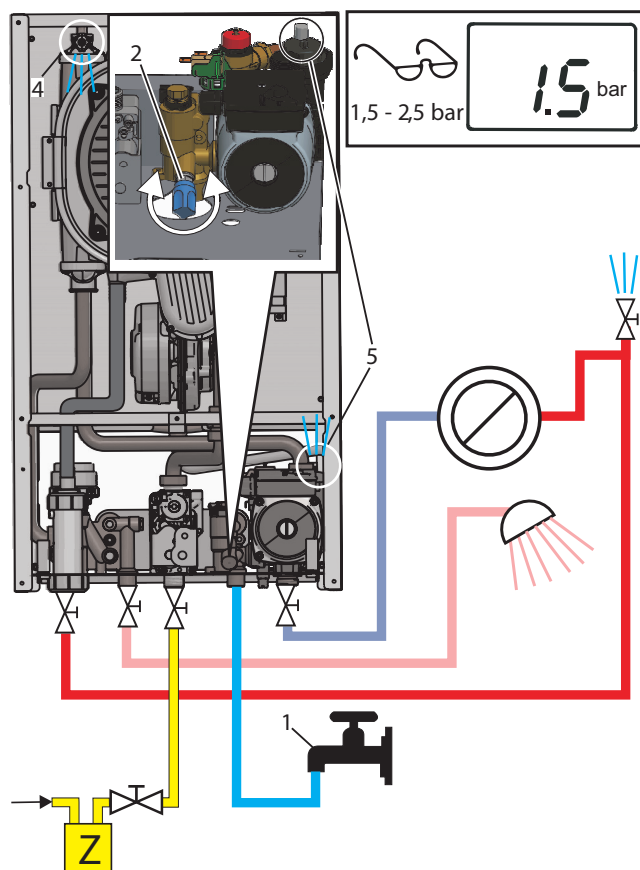

Figura 5-2 Riempimento e sfiato
- Aprire la valvola di blocco del condotto di acqua fredda (figura 5-2, pos. 1).
- Chiudere il rubinetto di riempimento (2).
- Sfiatare lo scambiatore di calore della caldaia mediante il dispositivo di sfiato manuale (figura 5-2, pos. 4).